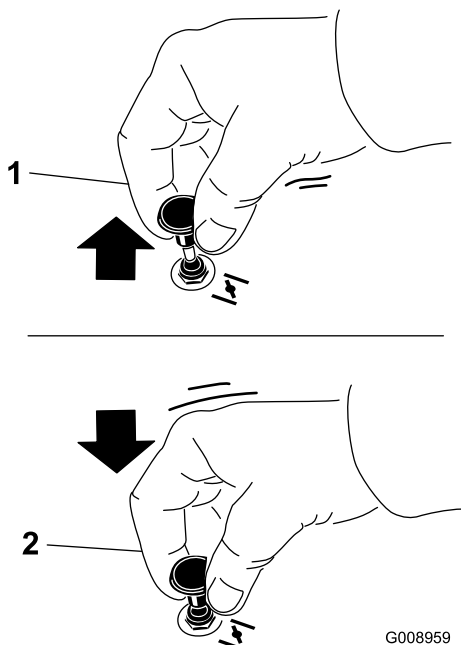

Figura 17
2. Puxe a alavanca do ar para cima para a engatar antes de utilizar a ignição (Figura 17).
3. Empurre a alavanca para baixo para desengatar a alavanca do ar quando o motor estiver a funcionar (Figura 17).